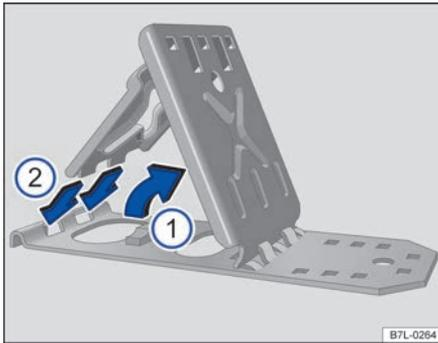

Fig. 261 Desplegar los calzos plegables.
- Levante la placa de apoyo → fig. 261 ①.
- Despliegue la placa de fijación e introduzca por completo las dos "pestañas" en los orificios alargados de la placa base ②.